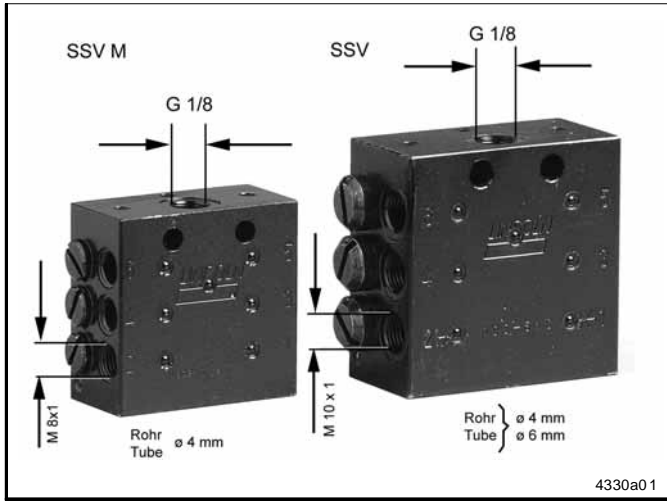

Fig. 11 Diferencias entre los distribuidores SSV M y SSV
- Los distribuidores progresivos SSV y SSV M operan de la misma manera. A parte de sus dimensiones (véase párrafo "Dimensiones") también se distinguen en algunos datos técnicos (Fig. 11):